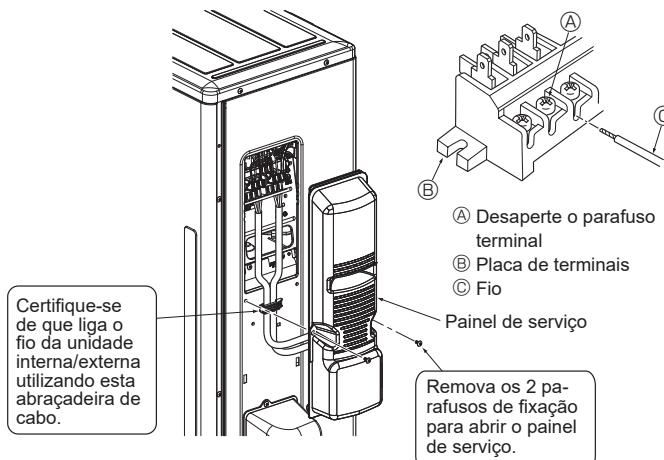

Fig. 6-5
### 6.1. Unidade exterior (Fig. 6-1, Fig. 6-2, Fig. 6-3, Fig. 6-4, Fig. 6-5)
- ① Retire o painel de serviço.
- ② Ligue os cabos referentes à Fig. 6-1, Fig. 6-2, Fig. 6-3, Fig. 6-4 e Fig. 6-5.